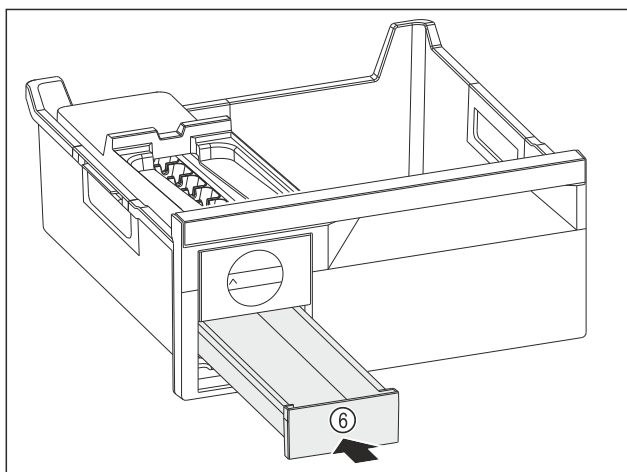

Fig. 94
- ▶ Zásuvku na kostky ledu Fig. 94 (6) zasuňte.